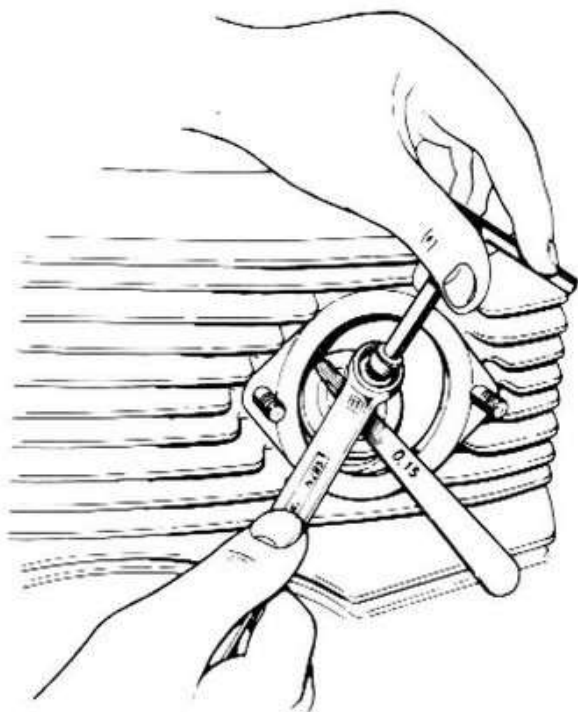

Fig. 27
3) Registrare come indicato in (fig. 27) lasciando un gioco di 15/100 di mm. per la valvola di aspirazione e per quella di scarico 20/100 di mm.